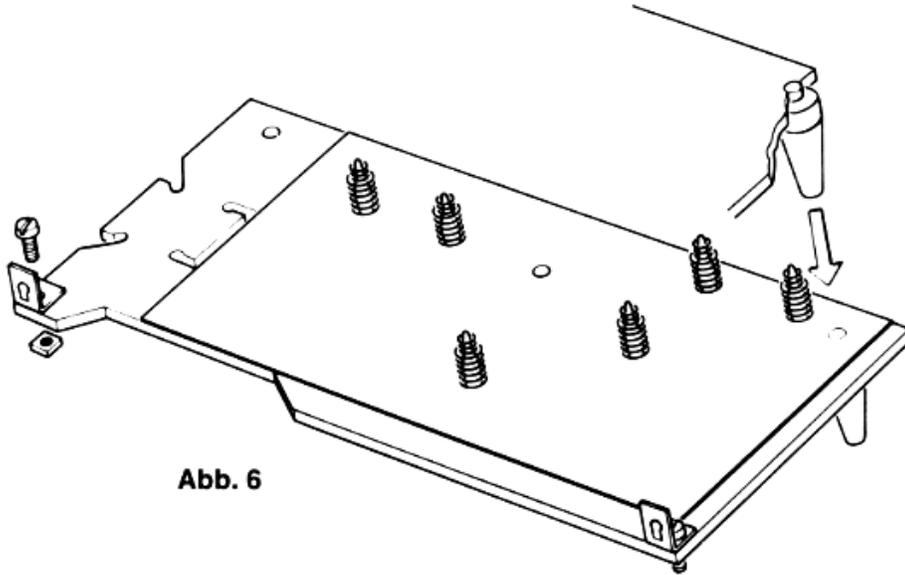

Abb. 6
Um die Vorder- und Grundplatte aneinanderzuschrauben, befestige erst auf der Grundplatte (49) mit zwei Schrauben (44) und zwei Muttern (33) die beiden Befestigungswinkel (46) – runde Löcher – gem. Abb. 5. Dann lege die Frontkarte so auf die Vorderplatte, daß die Löcher übereinstimmen und die Striche bzw. Schlitz links liegen. Diese Einheit schraubst du mit den beiden Metallschrauben (45) an die Befestigungswinkel – Schlitz-Löcher – (Abb. 6). Stecke die Füße (47) in die Grundplatte.